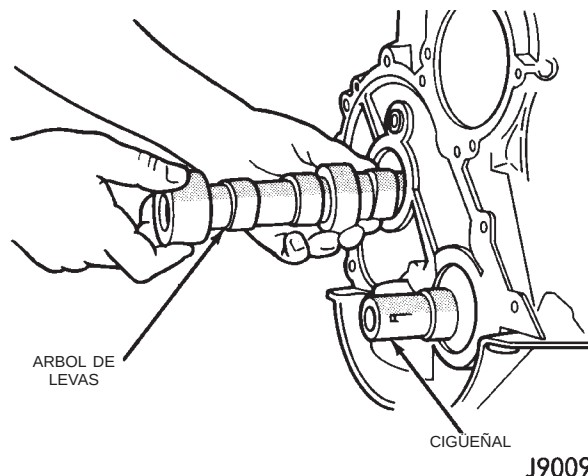
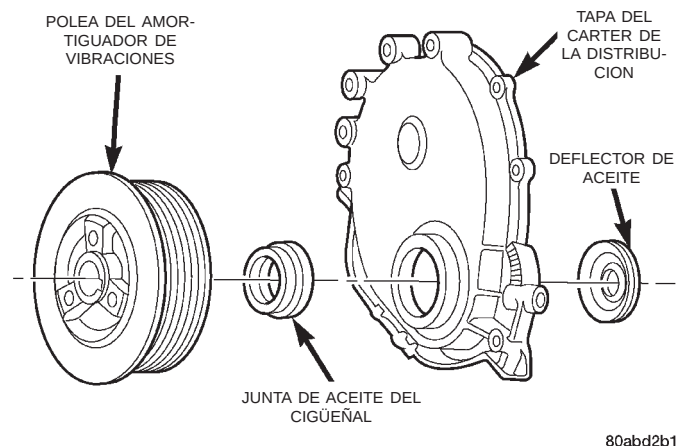

Fig. 43 Arbol de levas
Fig. 44 Componentes de la tapa del cárter de la distribución
- (5) Retire el distribuidor y los cables del encendido.
- (6) Retire la tapa de la culata de cilindros del motor.
- (7) Retire los balancines, los puentes y los pivotes.
- (8) Retire las varillas empujadoras.
- (9) Retire la culata de cilindros del motor y la junta.
- (10) Retire los empujadores hidráulicos del bloque de cilindros del motor.
- (11) Retire el amortiguador de vibraciones.
- (12) Retire la tapa del cárter de la distribución.
- (13) Retire la cadena de distribución y las ruedas dentadas.
- (14) Retire el parachoques y/o rejilla, según sea necesario.
- (15) Retire los dos pernos de retención de la placa de empuje, la placa de empuje y el árbol de levas (Fig. 43).
- (5) Si hay signos de que el árbol de levas roza con la arandela de empuje, revise los orificios de descarga de presión de aceite en el gorrón de la leva trasera. Los orificios de descarga de presión de aceite deben estar limpios.
- (6) Lubrique el árbol de levas con suplemento de aceite de motor Mopar o su equivalente.
- (7) Instale el árbol de levas con cuidado, evitando averiar los cojinetes del mismo (Fig. 43).
- (8) Coloque la placa de empuje e instale los pernos de retención. Apriete los pernos con una torsión de 24 N·m (18 lbs. pie).
- (9) Instale la cadena de distribución, la rueda dentada de cigüeñal y la rueda dentada de árbol de levas con las marcas de reglaje alineadas.
- (10) Instale la arandela acopada y el perno de la rueda dentada de árbol de levas. Apriete el perno con una torsión de 68 N·m (50 lbs. pie).
- (11) Instale la tapa del cárter de la distribución empleando una junta de aceite de recambio (Fig. 44). Consulte Instalación de la tapa del cárter de la distribución.
- (12) Instale el amortiguador de vibraciones (Fig. 44).
- (13) Instale los empujadores de válvula hidráulicos.
- (14) Instale la junta de la culata de cilindros con los números mirando hacia arriba.
- (15) Instale la culata de cilindros y los pernos de la culata (consulte la secuencia de apretado y los valores de torsión en el apartado Desmontaje e instalación de la culata de cilindros en esta sección).
- (16) Instale las varillas empujadoras.
- (17) Instale los balancines de válvula y los conjuntos de pivote y puente. Apriete los tornillos sin tuerca de cada puente en forma alternada, una vuelta cada vez, para evitar averiar el puente (consulte en esta sección Balancines y varillas empujadoras).